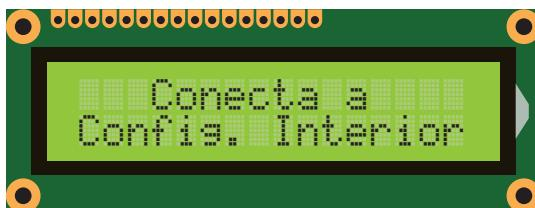

FIGURA 14: PANTALLA DEL MÓDULO INTERIOR: MODO GESTIÓN
1. Mientras pulsa el botón multifunción **I8**, conecte la alimentación USB **I6** del *módulo interior*. Cuando la luz de notificación de configuración **I3** se encienda de forma fija y en la pantalla LCD **I1** aparezca el texto *Conecta a Config. Interior* (ver figura 14, página 19), suelte el botón **I8**.
1. Mientras pulsa el botón multifunción **I8**, conecte la alimentación USB **I6** del *módulo interior*. Si la alimentación ya está conectada, alternativamente, puede presionar el botón de reinicio **I5** mientras pulsa el botón multifunción **I8**. Cuando la luz de notificación de configuración **I3** se encienda de forma fija y en la pantalla LCD **I1** aparezca el texto *Conecta a Config. Interior* (figura 14), suelte el botón **I8**.